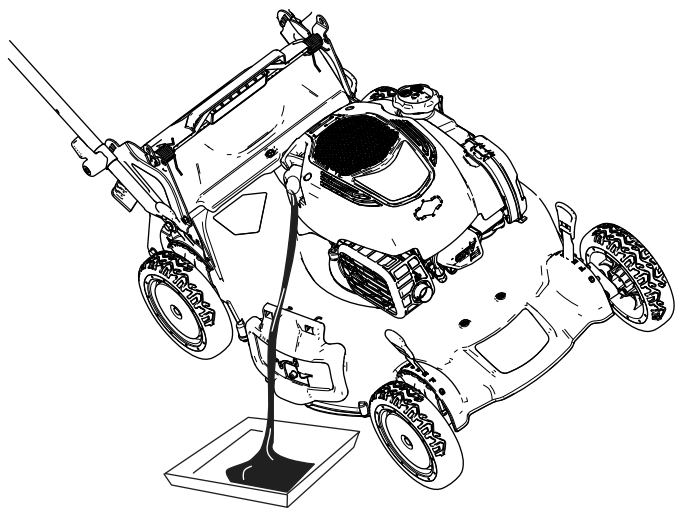

Figuur 27
3. Verwijder de peilstok door de dop linksom te draaien en eruit te trekken (Figuur 27).
10. Lees het oliepeil af van de peilstok (Figuur 27).